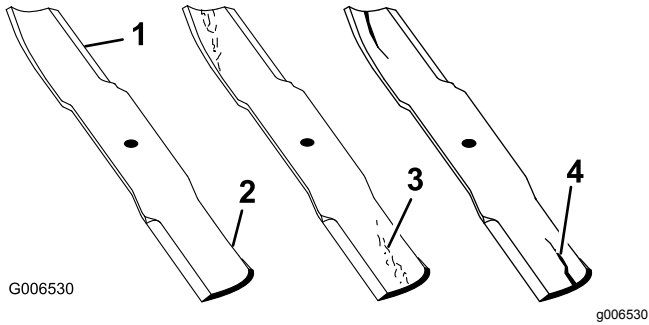

Figura 46
1. Inspeccione los filos de corte (Figura 46).
- Si observa fisuras, desgaste o la formación de una ranura en esta zona, instale de inmediato una cuchilla nueva (Figura 46).